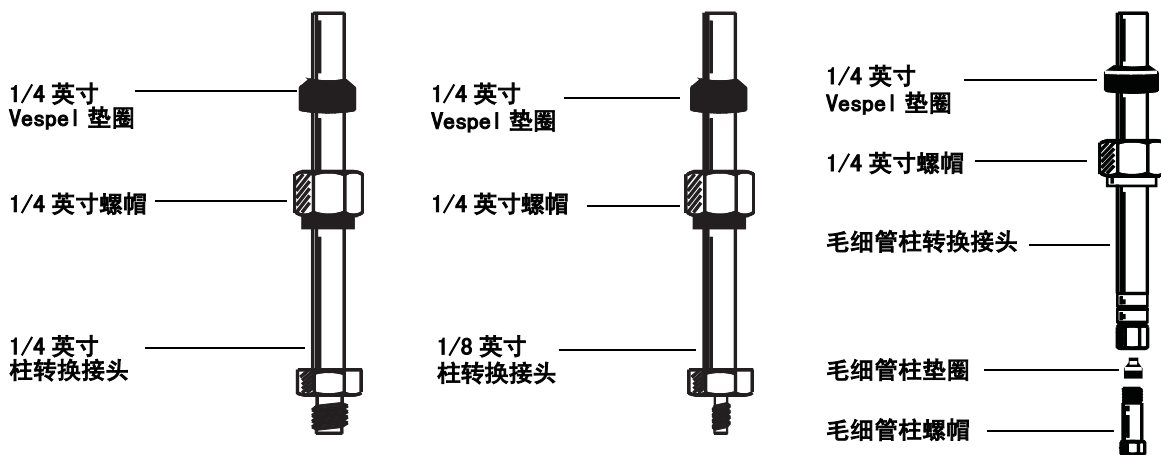

图 80 在柱转换接头上安装硬件
- 3 把铜螺帽和石墨化 Vespel 垫圈安装在柱接头上，如图 80 所示。